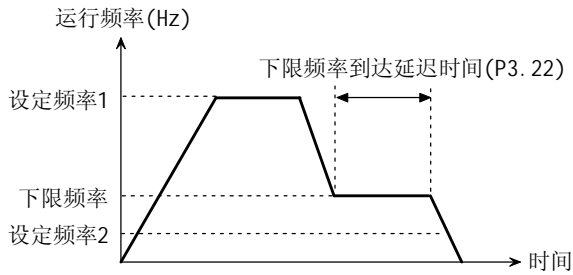

图 5-2-4 零频运行
- 选择1：零频运行时，如果设定频率小于下限频率，则先在下限频率运行下限频率到达延迟时间P3.22，然后下降到零频运行，如图5-2-4所示。